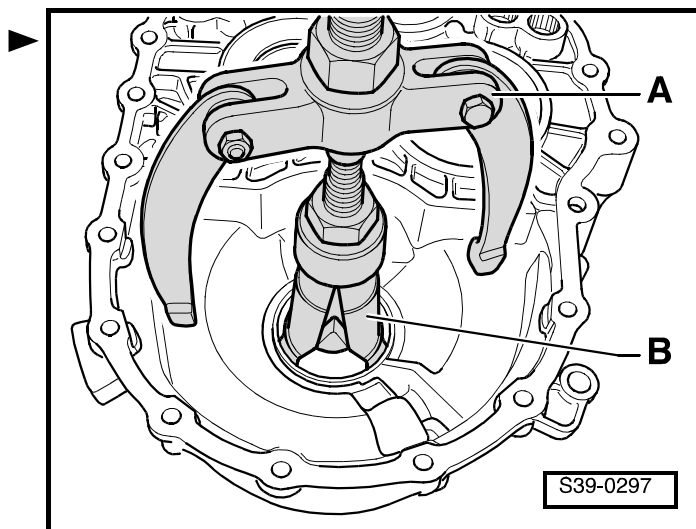

Рис. 2: Запрессовывание наружной обоймы конического роликоподшипника в картер сцепления ►
- запрессовывание ⇒ Рис. 2 в **39-3** страница 4